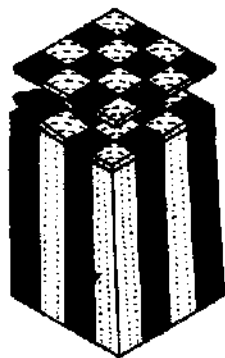

Рис. 141. Получение наборных плит для облицовывания способом блочной мозаики
**Блочная мозаика.** С приобретением опыта можно применить более сложный способ облицовывания — изготовление блочной мозаики. Суть ее заключается в многократно повторяющемся прямолинейном орнаментировании из торцовых наборных плит, которые получают из блоков. Блок (рис. 141) изготавливают путем склеивания по продольным кромкам разноцветных брусочков или пластинок древесины, торцовые поверхности которых и создают узор наборной плиты. В наборный блок склеивают сразу все элементы. В момент зажима струбцинами рисунок блока сличают с эскизом путем накладки торца блока на эскиз. Клеить блок рекомендуется клеем ПВА или эпоксидным.